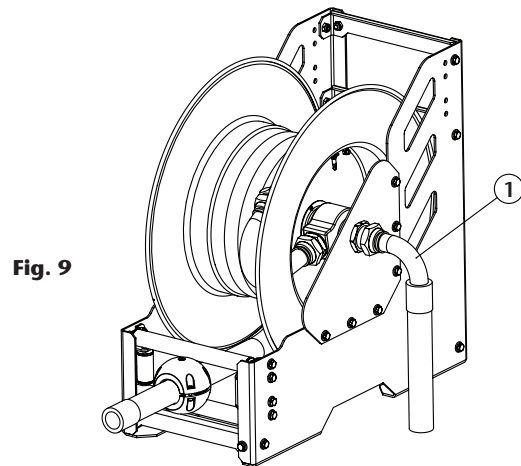

Fig. 9
1. Débranchez le tuyau d'alimentation (1) (Fig. 9).